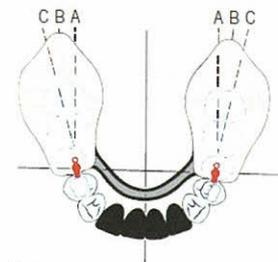

図2
- 下顎では歯槽頂上のラインCとメディアンラインAを2等分したラインBに設置します(図2)。